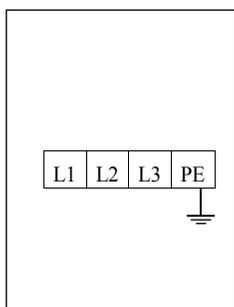

图 1
- 电源线连接：将 380V 三相四线制电源线 ($3 \times 2.5\text{mm}^2 + 1 \times 1.5\text{mm}^2$ 电缆线) 接入控制台 L1、L2、L3 及进线端子上，PE 接地线接于接地标示螺栓上，再连接至两平台底部接地标示螺栓上（图 1）